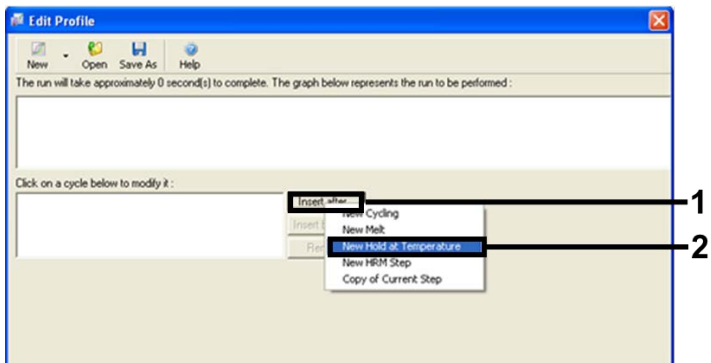

Figura 4. Inserindo uma etapa de incubação inicial.
6. Clique em Insert after (Inserir após) e selecione New Hold at Temperature (Nova retenção à temperatura) (Figura 4).